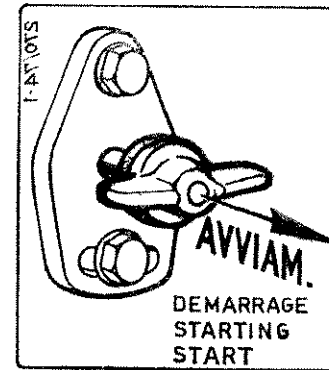

Fig. 5 - AVVIAMENTO
SUPPLEMENTO COMBUSTIBILE. — In corrispondenza della forcella di regolazione portata combustibile è sistemata un'astina scorrevole che ne limita la corsa. Mediante una maniglia esterna l'astina può scorrere in fuori per consentire la corsa completa della forcella; ciò serve ad aumentare la portata della pompa iniezione per facilitare l'avviamento. A motore avviato i primi spostamenti della forcella consentono all'astina di rientrare in posizione di marcia. (Fig. 5).
Dare il supplemento combustibile (tirando in fuori la maniglia 12) senza girare, come indicato nella Fig. 5). Contemporaneamente portare il comando acceleratore in una posizione intermedia (leggermente accelerato).
- Dare il supplemento combustibile (tirando in fuori la maniglia 12) senza girare, come indicato nella Fig. 5).